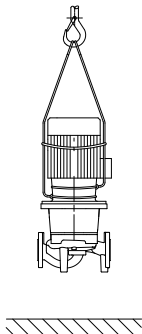

Fig. 34: Transport av pumpen
- Transportløkkene på motoren fungerer kun for å lede reimene ved opptak av lasten (Fig. 34).